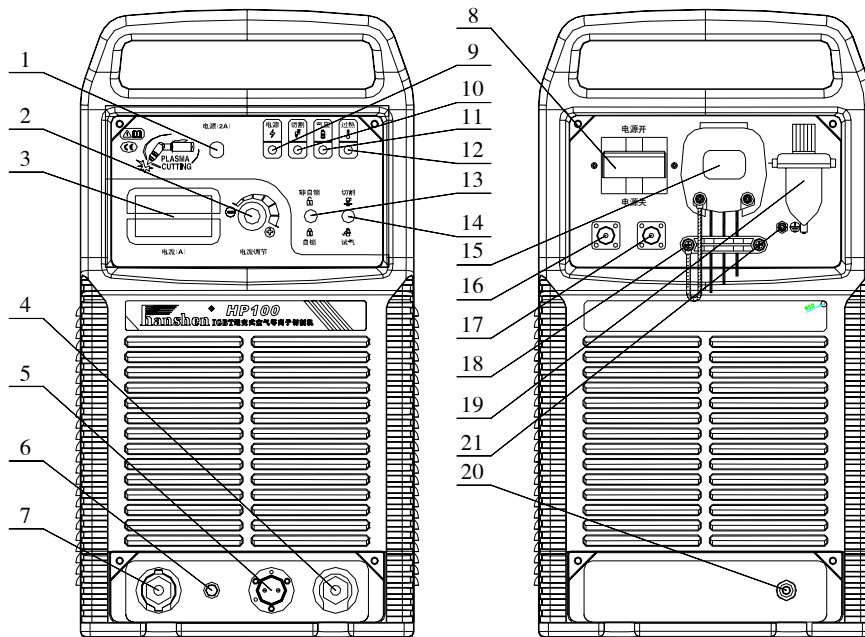

图3 HP63 HP100 前后面板
- 将割炬滚轮接触工件，喷嘴离工件平面间距调整至 2~5mm，且喷嘴轴线垂直工件表面（见图 3），不可使喷嘴接触被切割的工件。